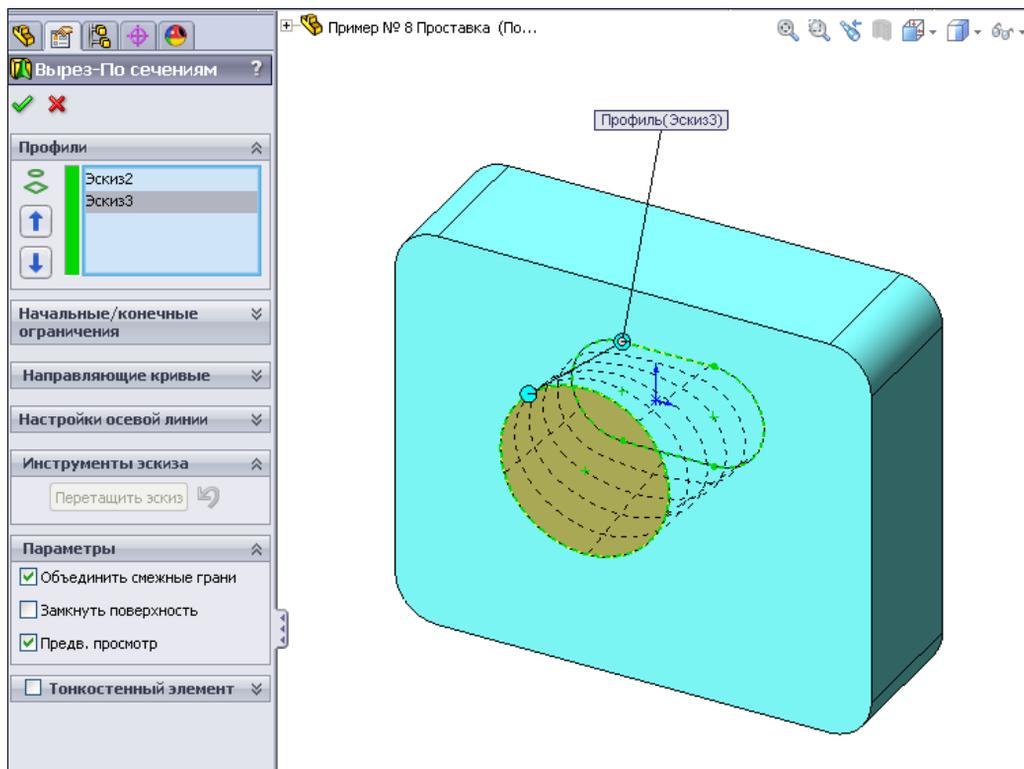

Рис. 2.88
7. Теперь оформим вырез по сечениям. Для этого активизируем кнопку  — **Вырез по сечениям** на панели инструментов **Элементы**, в появившемся окне **Вырез-По сечениям** в разделе **Профили** укажем оба эскиза — **Эскиз2** и **Эскиз3** (рис. 2.88).